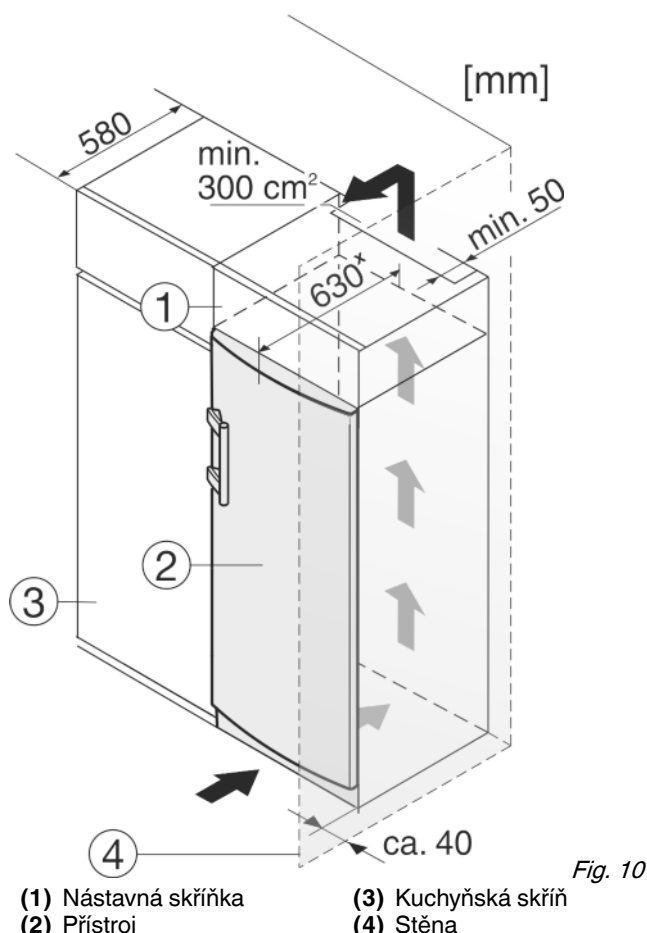

Fig. 10
- (1) Nástavná skříňka (2) Příklad
(3) Kuchyňská skříň (4) Stěna
Spotřebič lze zabudovat do kuchyňských skříní. K vyrovnání spotřebiče Fig. 10 (2) na výšku kuchyňské linky lze na přístroj nasadit nástavec Fig. 10 (1).
Při montáži do kuchyňských skříní (hloubka max. 580 mm) lze přístroj instalovat hned vedle kuchyňské skříně Fig. 10 (3). Příklad přesahuje přední stěnu kuchyňské skříně na stranách o 34 mm * a uprostřed o 50 mm *.
Když se přístroj instaluje závěsy vedle stěny Fig. 10 (4), musí být vzdálenost přístroje od stěny alespoň 40 mm. To odpovídá přesahu madla při otevřených dveřích.